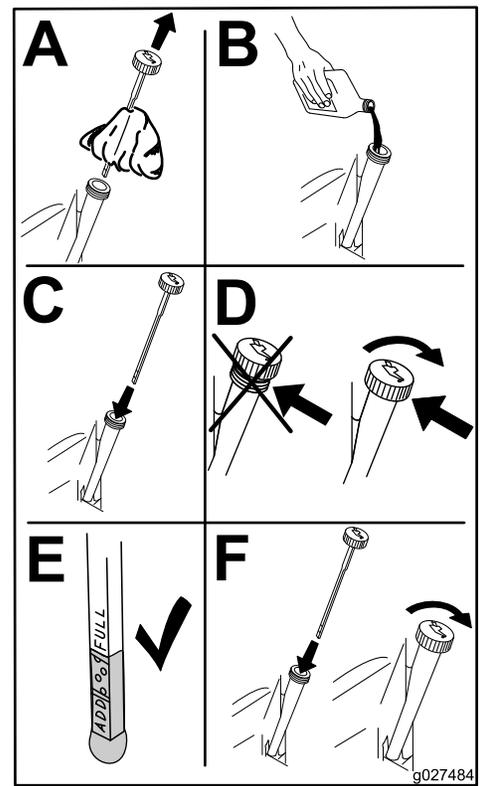

Figura 37
6. Vierta lentamente aproximadamente el 80% de la cantidad especificada de aceite por el orificio de llenado (Figura 37).
7. Compruebe el nivel de aceite (Figura 37).